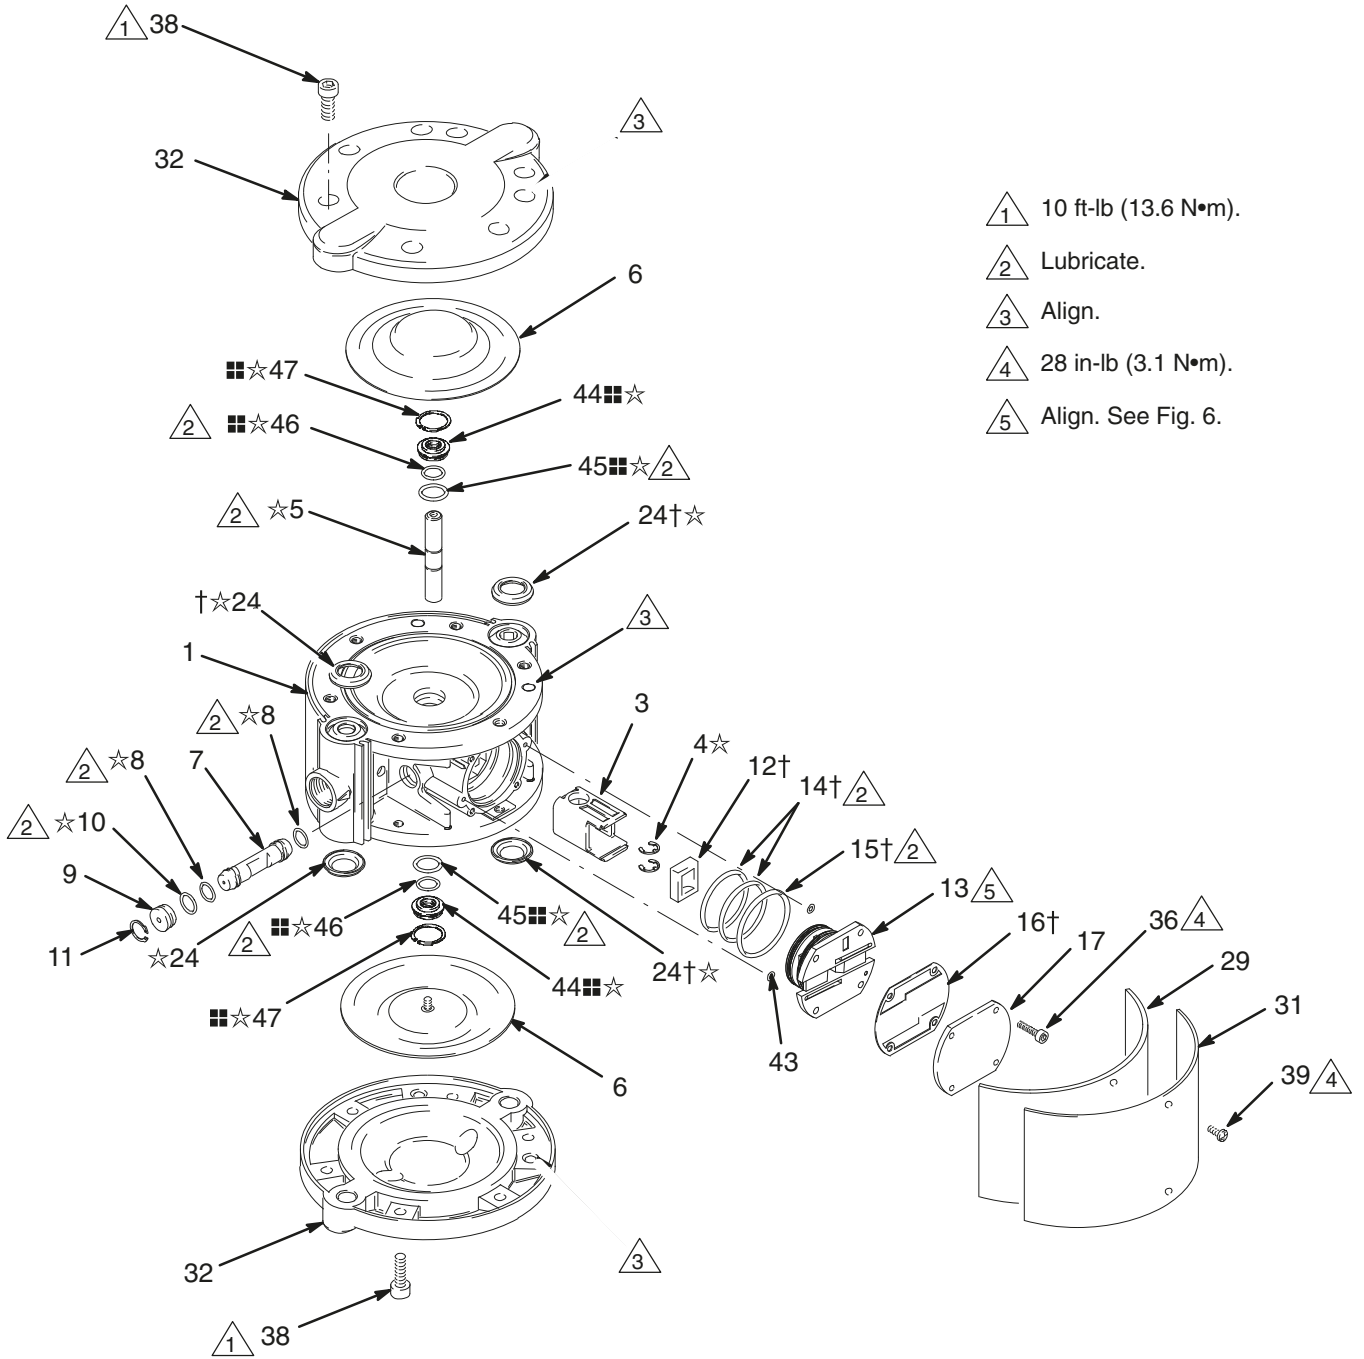

図 8
1. 液体カバーを取り外します。14 ページを参照してください。サイドカバー (31) とフェルト吸収材 (29) を取り外します。
3. ダイアフラム (6) を取り外します。17 ページを参照してください。
4. シャフト (5) から保持リング (4☆) を取り外します。図 8 を参照してください。
5. シャフト (5) をセンターハウジング (1) からスライドさせて取り出します。ハウジングからバルブキャリッジ (3) を取り外します。
6. 保持リング (47) とベアリング (44) を取り外します。ベアリング から 0 リング (45、46) を取り外します。
7. シャフトから 1 つのダイアフラムを取り外せない場合、シャフトを柔らかい噛み合いの万力に入れます。手でシャフト (5) から残りのダイアフラム (6) を外します。